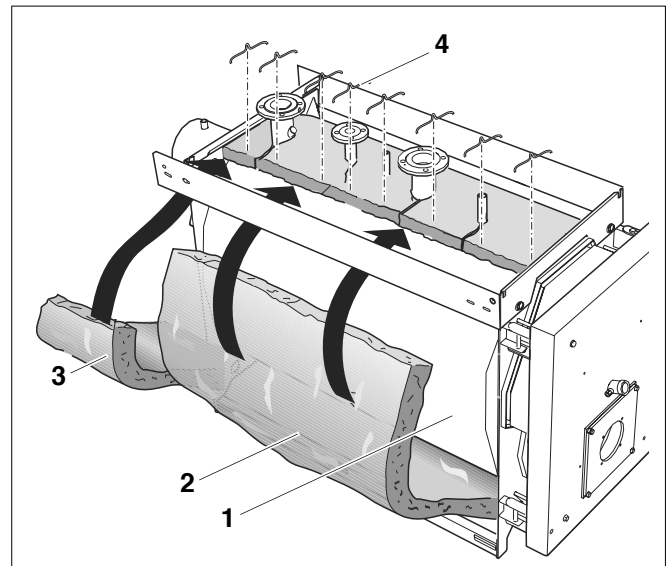

Fig. 20 Montarea izolației termice a corpului cazanului din două bucăți
Cazanul Logano S635 cu o putere cuprinsă între 230 kW și 420 kW dispune de o izolație termică dintr-o singură bucată la (figura 19). Izolația termică a corpului cazanului Logano S635 cu o putere de peste 490 kW se compune din două părți (fig. 20).
Trebuie să fixați bucata mare a izolației termice a corpului cazanului (fig. 20, **poz. 2**) de peretele din față al cazanului, iar bucata mică a izolației termice (fig. 20, **poz. 3**) de peretele din spate.
- Montați cele două izolații (mare și mică) ale corpului cazanului (fig. 20, **poz. 2 și 3**) urmând aceeași procedură de montaj descrisă în capitolul 8.6.1, „Montarea izolației termice a corpului cazanului la Logano S635 cu puteri între 230 kW și 420 kW”.